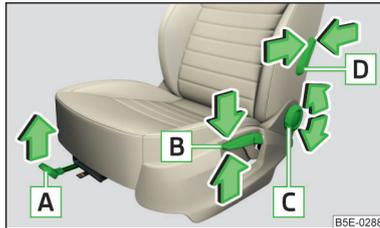

Abb. 64
Bedienungselemente am Sitz » Abb. 64
- Den Hebel **A** » Abb. 64 in Pfeilrichtung ziehen und den Sitz in die gewünschte Richtung schieben.
- Den Hebel **B** » Abb. 64 in Richtung eines der Pfeile wiederholt ziehen bzw. drücken.
- Das Handrad **C** » Abb. 64 in Richtung eines der Pfeile drehen.
- Den Hebel **D** » Abb. 64 in Richtung eines der Pfeile drücken.